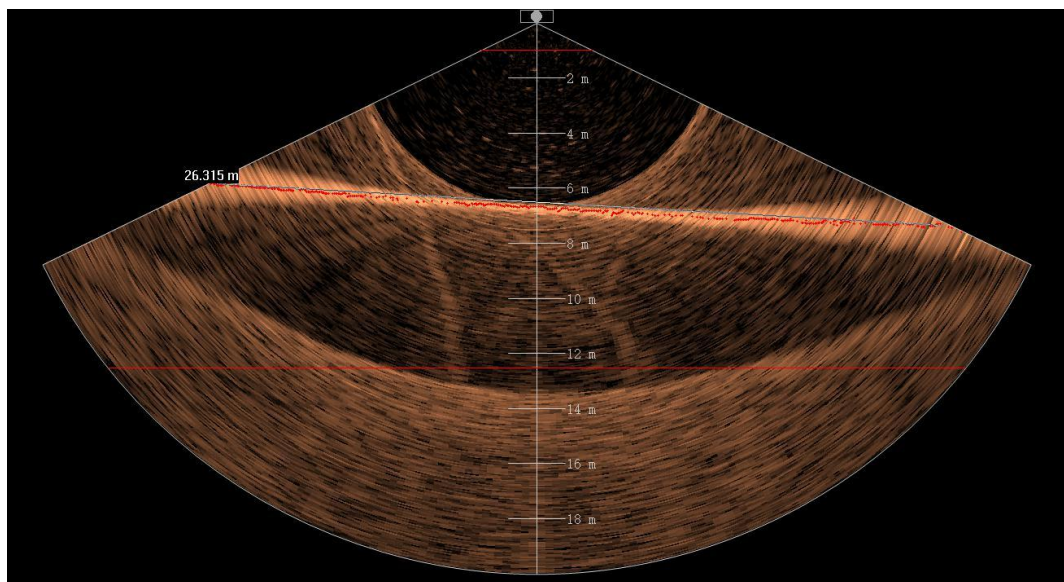

图 10.27 距离测量界面
**距离测算：**点击 **距离测算** 按钮，用鼠标点击扇区两点进行测算距离，测量时鼠标左键按下激活测量并以当前位置为起点，保持按下状态拖动鼠标，距离随鼠标位置 变化实时显示两点距离。如图 10.27 所示。